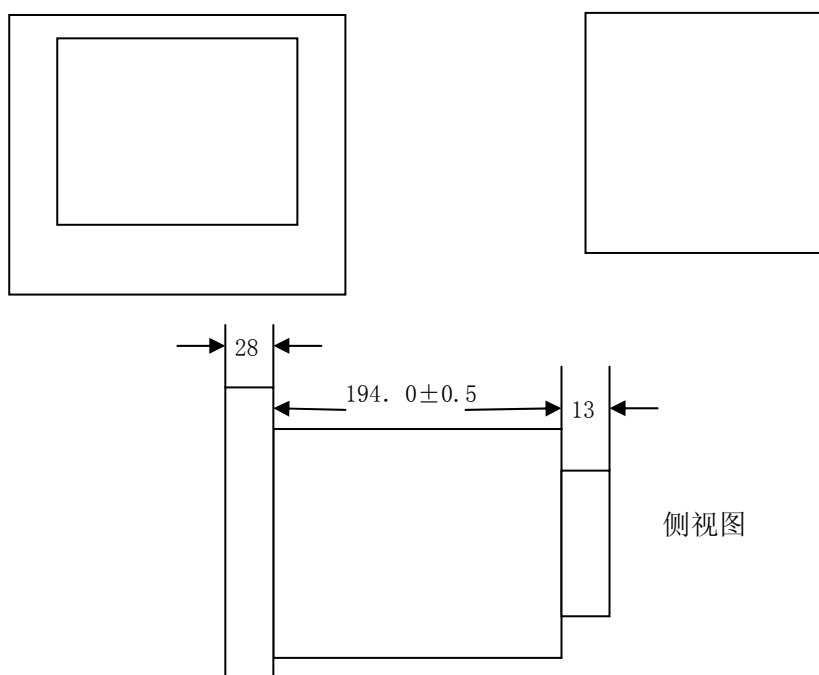

图1.2 仪表外形尺寸及开孔尺寸
- ◆ 由于仪表工作时会产生温升，请安装在通风良好的地方。对于盘装式，请参照本说明书图 1.2 仪表外形尺寸及开孔尺寸。对于便携式，建议您在本表的左右侧面和上方保留 50mm 以上的空隙；
- ◆ 面板的开孔尺寸及仪表的外形尺寸如图 1.2 所示；